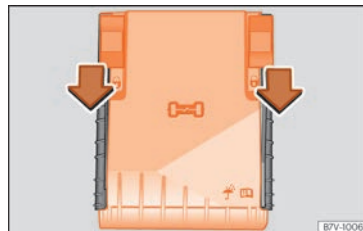

Abb. 59 Im Motorraum: Abdeckung des Sicherungskastens.
- Verriegelungstasten in Pfeilrichtung nach vorn schieben, um die Abdeckung des Sicherungskastens zu entriegeln »» **Abb. 59**.